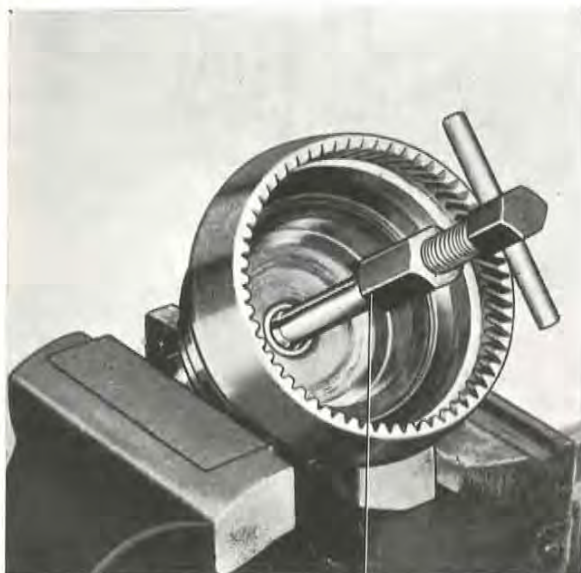

Bild 23. Demontering av bussning,
4. Tag bort låsringen och oljeledplåten, som håller frihjulet i utgående axeln. Lyft ut frihjulsdelarna. Tag bort tryckbrickan. Om så erfordras drages bussningen i utgående axeln ut med utdragare SVO 2423, se bild 23.